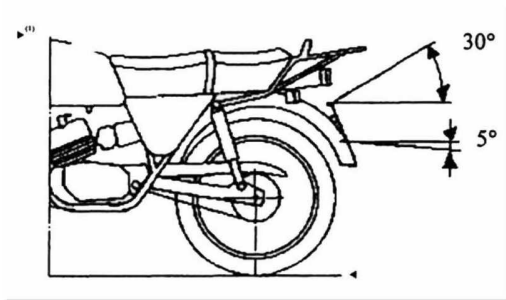
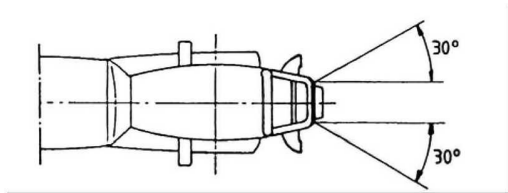

Figure 1
Figure 2
- 6.1. La visibilité de l'emplacement pour le montage de la plaque d'immatriculation doit être assurée à l'intérieur d'un espace délimité par deux dièdres: l'un avec une arête horizontale et défini par deux plans qui passent par les bords horizontaux supérieurs et inférieurs de l'emplacement pour le montage de la plaque et dont les angles par rapport à l'horizontale sont indiqués sur la figure 1, l'autre avec une arête sensiblement verticale et défini par deux plans qui passent par les bords latéraux de la plaque et dont les angles par rapport au plan longitudinal médian du véhicule sont indiqués sur la figure 2.